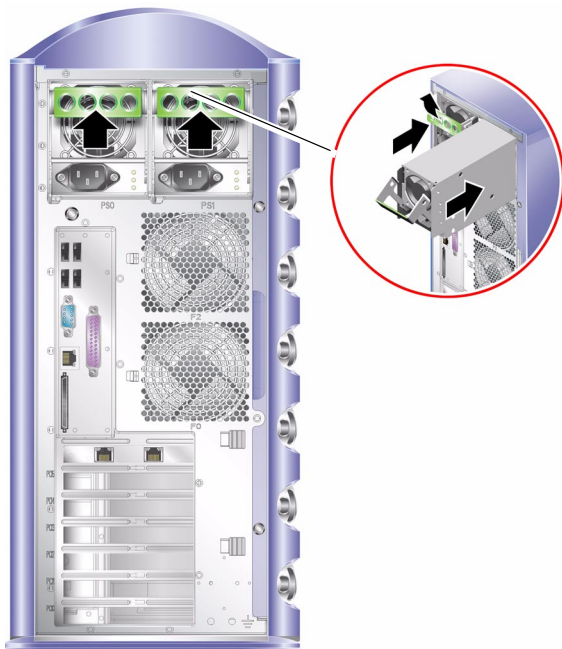

図 1-11 電源装置の取り付け
8. カチッという音がするまでハンドルを押します。詳細は、図 1-11 を参照してください。